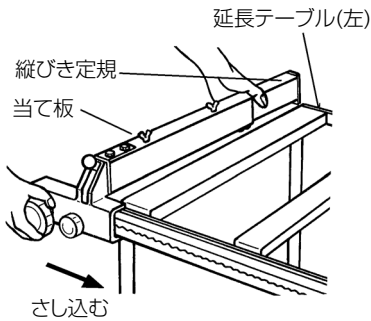

図 46
(3) 縦びき定規を延長テーブル(左)側へ取付けることもできます。縦びき定規を本体の右端へ動かして取りはずしてから、延長テーブル(左)の左端よりさし込みます。(図 46)
(4) 縦びき定規より長手方向に短い当て板(図 46 参照)が付いています。当て板を付けてご使用になると、切断途中、のこ刃と縦びき定規に木材がはさまれて反発するのを防止します。